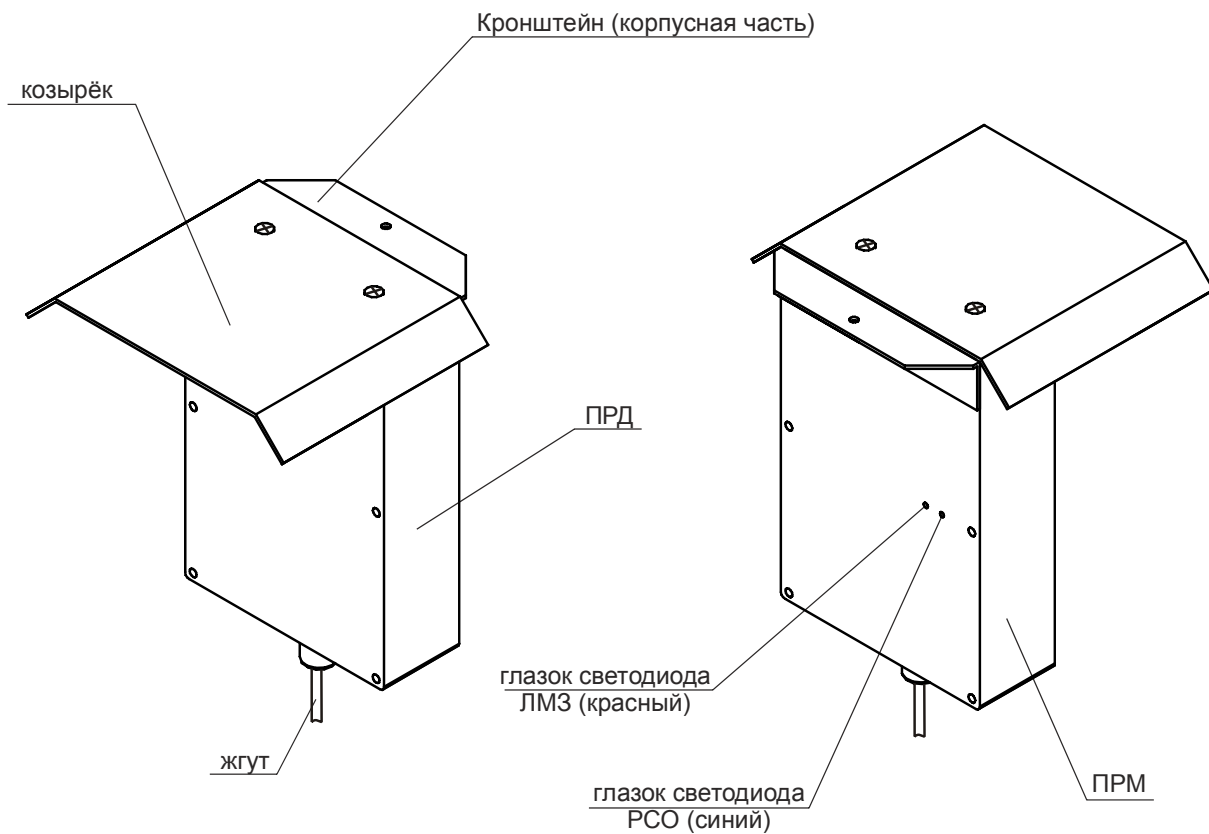

Рисунок 1.1 - конструкция блоков ПРД и ПРМ КРСО "ЗАСЛОН-6"
- 1.4.1. Конструктивно КРСО выполнен в виде двух блоков: ПРМ и ПРД (рисунок 1.1). Установка блоков с помощью комплекта монтажных частей обеспечивает возможность юстировки их в нужном направлении в двух плоскостях: горизонтальной и вертикальной.